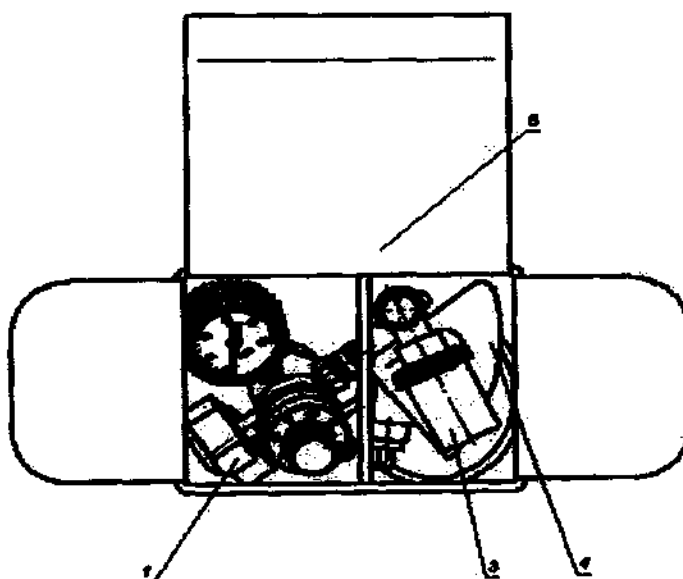

Рисунок 1 – Редуктор-ингалятор кислородный КРИ-2
1.4.1. Редуктор-ингалятор кислородный КРИ-2 состоит из следующих основных узлов (рисунок 1):
1.4.4 Маска 2 (рисунок 1) обеспечивает подачу кислорода на дыхание пациенту.
1.4.5 Аэрозольный ингалятор 3 (рисунок 1) служит для проведения ингаляции жидкими лекарственными средствами, а также при необходимости для увлажнения кислорода при проведении кислородной терапии.